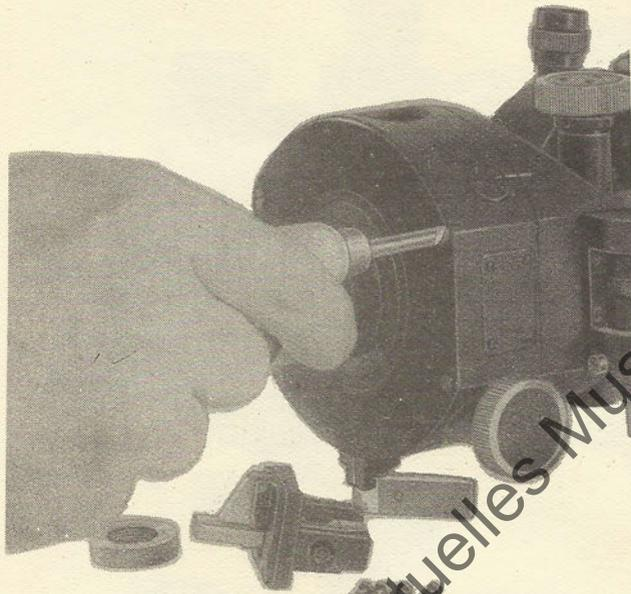

Bild 10
- 4.(Bild 10) Lösen der vier roten Halteschrauben am Rand des Gerätebodens.